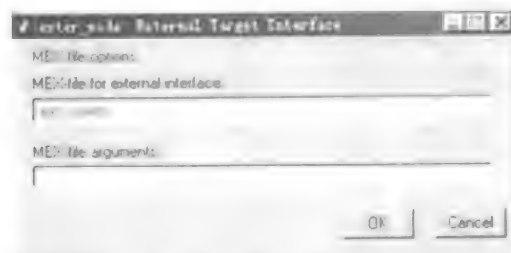

图 10-19 目标接口对话框
(8) 按 Target Interface 按钮，打开目标接口对话框，图 10-19 是对话框的外观。Simulink 要求用户在外部模式下运行模型前，必须先配置目标接口和设置各种信号触发和数据记录选项。缺省情况下，作为外部接口的 MEX-文件应该设置为 ext\_comm。这个文件支持使用 TCP 通信协议在宿主和目标间通信。MEX-文件的参量可以留作空白。设置完毕后，请按 ok 按钮，退出外部目标接口对话框。